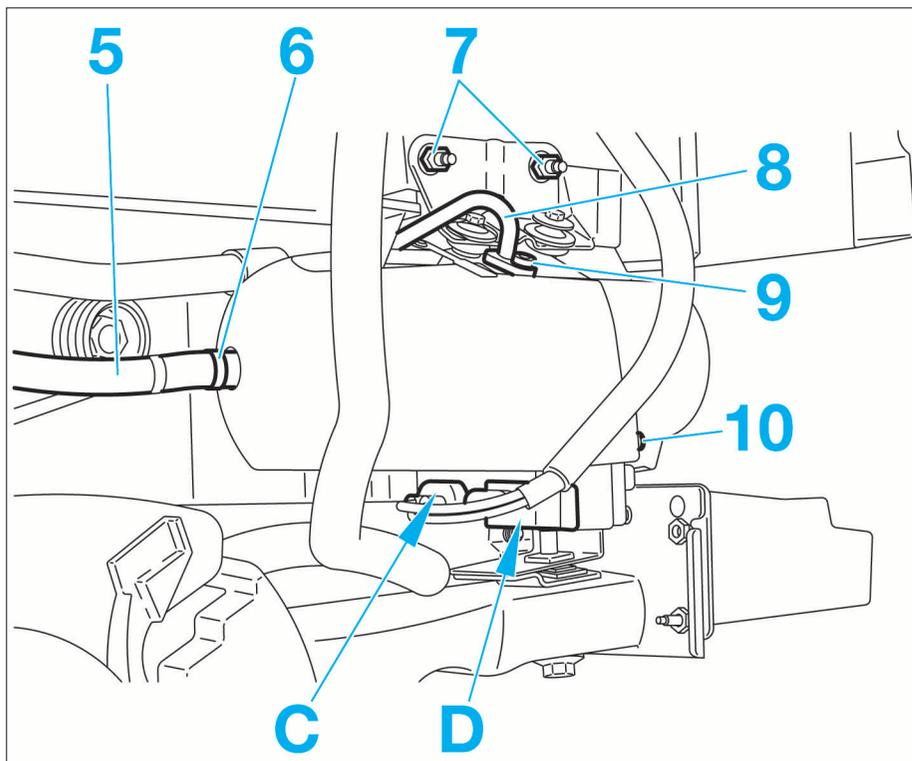

FIG. 16
- l'écrou (3)
- le réservoir de liquide de lave-vitres (1)
- le collier (6) (Fig.16)
- la vis (9)
- Désaccoupler les tuyaux (5) et (8).